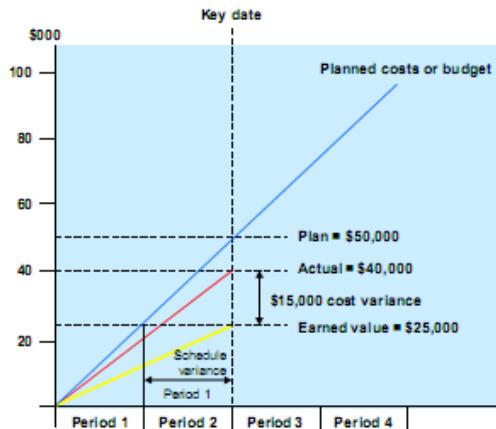

Рис. 2.24. Графік виміру EV на котрольну дату
2. оцінка запланованого об'єму вартості (PV);
3. актуальна вартість Actual Cost (AC);
4. освісний об'єм (EV) - реально виконаний об'єм робіт, вказаних в бюджеті (рис. 2.24).